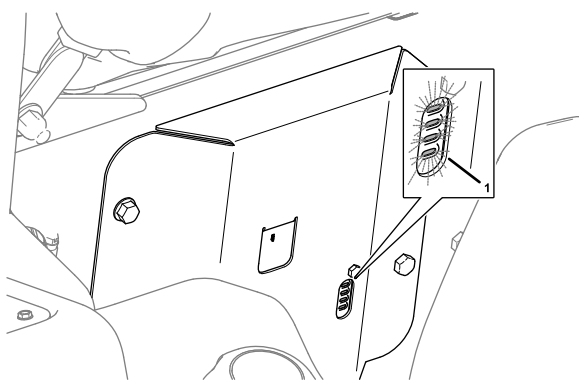

**Figura 195**
- Receptor de satélite – se enciende el indicador PWR (Figura 195)